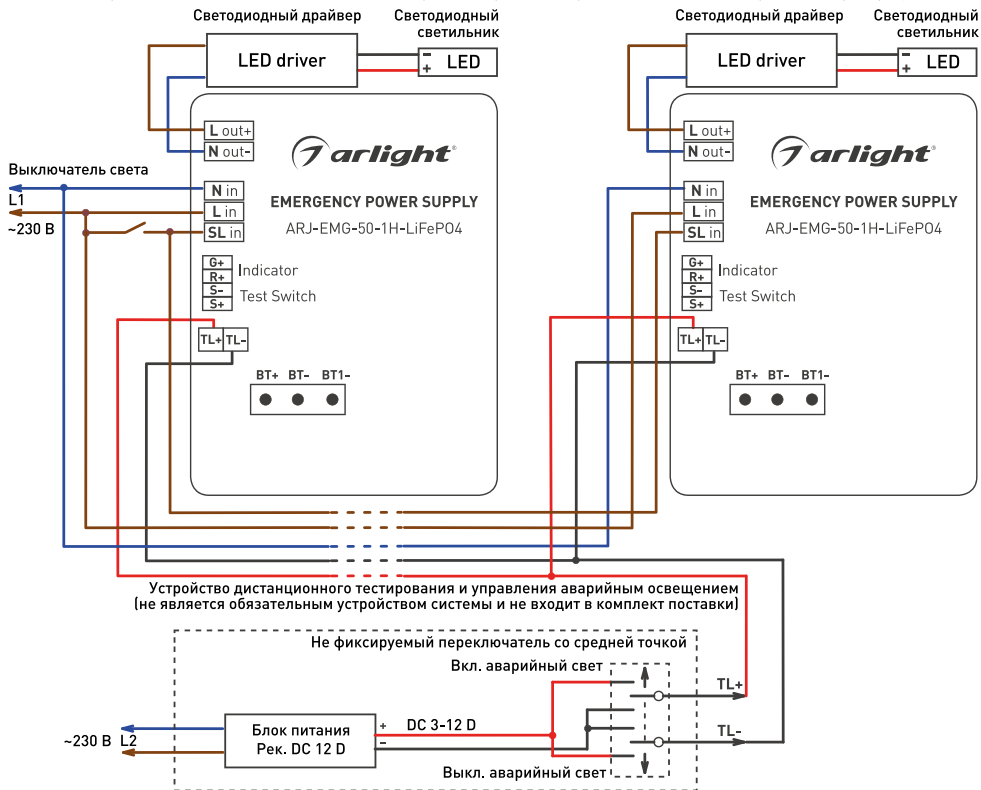

Рисунок 1. Стандартная схема подключения
- 3.4. Подключите провода, постоянно подключенные к сети: L (фаза) — коричневый провод, N (ноль) — синий провод. Смотрите рисунок 1.
Подключите провод, постоянно подключенный к сети: L (фаза) — коричневый провод через **Выключатель света** ко входу **Slin** источника питания. Смотрите рисунок 1.
Подключите входные провода источника питания светильника «Светодиодный драйвер» N (ноль), L (фаза) — коричневый провод. Смотрите рисунок 1.